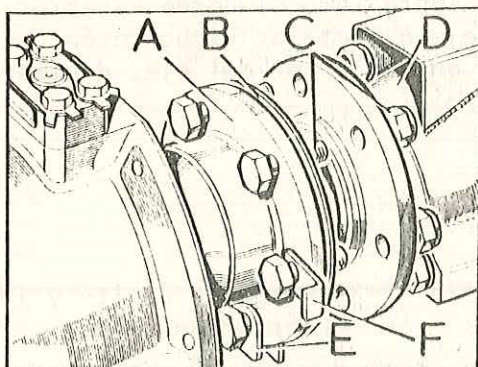

Fig. F-29 Posición relativa del cáster del pivote respecto al eje
1.3. Soltar los tornillos, C (Fig. F-29), de la fijación del cáster del pivote, A, al del eje, D, teniendo en cuenta la placa tope de la dirección
- 2.5. El conjunto del cárter del pivote, A (Fig. F-29) y el buje se acoplará al cárter del eje, D, asegurándose de que engranan correctamente las estrías del semieje con las del planetario del diferencial.